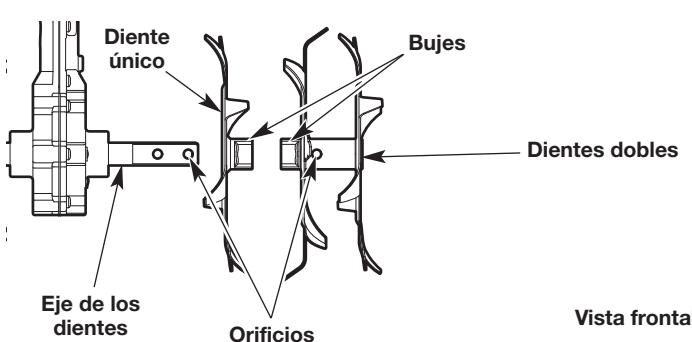

Fig. 12
- Deslice los dientes nuevos sobre el eje de los dientes. Los bujes deben quedar enfrentados entre sí (Fig. 12). Instale el diente único primero. Luego instale los dientes dobles. Se debe alinear el orificio de los dientes dobles con el orificio del eje de los dientes (Fig. 12).